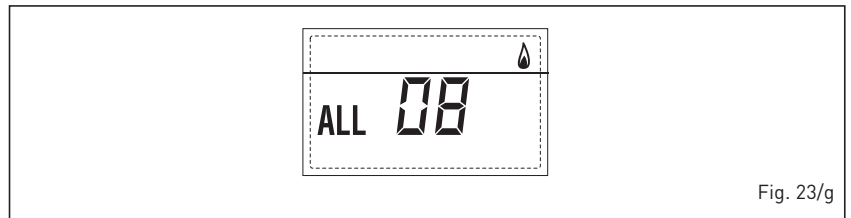

Fig. 23/g
– **WATER CIRCULATION ERROR ALARM 09 (fig. 23/h)**